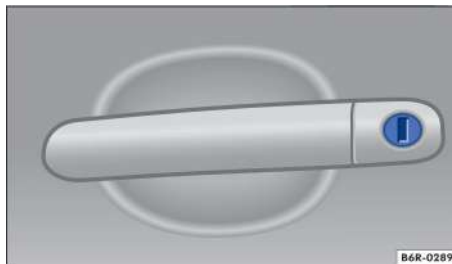

Рисунок 43. Личинка замка двери на ручке двери водителя
- Вставьте головку ключа или механический ключ в цилиндр дверного замка →Рисунок 43, а затем отпирите или запирайте автомобиль. ◀